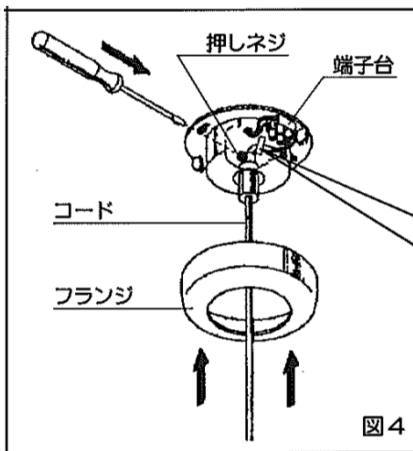

図4
4. 押しネジを締めこんで灯具を確実に固定し、電源電線とコードを端子台に接続してください。（図4）